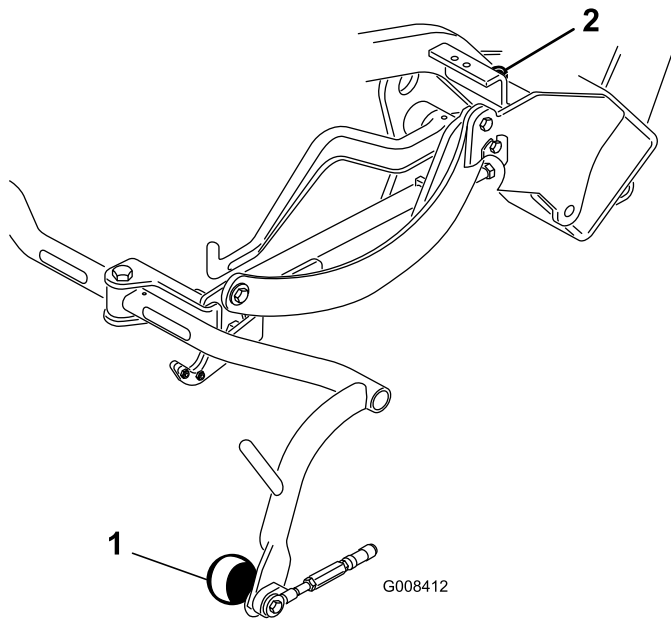

Рисунок 9
3. Если требуется регулировка, ослабьте зажимную гайку на упорном винте несущей рамы (Рисунок 9) и поворачивайте винт вверх или вниз для подъема или опускания несущей рамы. После выполнения регулировки затяните зажимную гайку.